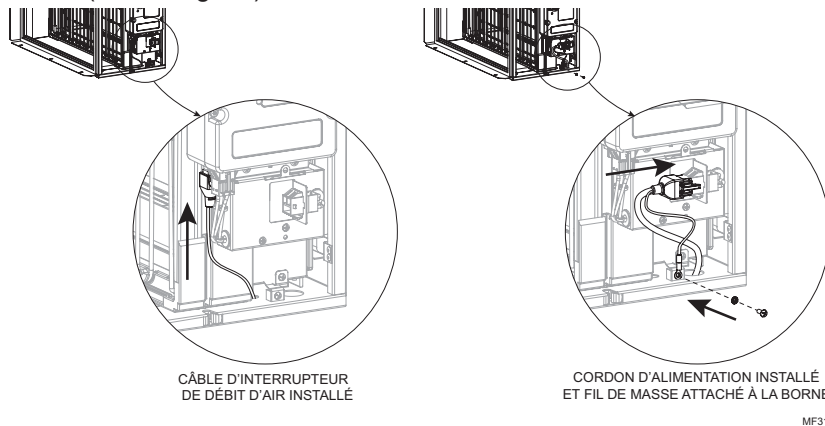

Fig. 11. Installation du câble de l'interrupteur de débit d'air et du câble d'alimentation.
- Brancher le cordon d'alimentation et le cordon de l'interrupteur de débit d'air dans leurs connecteurs d'alimentation (voir Fig. 11).
- Attacher le fil de masse du cordon d'alimentation à la borne de masse de l'armoire en utilisant la vis fournie dans la borne de masse (voir la Fig. 11).
4. **Modèles FH8000A :** Débrancher le cordon d'alimentation et le câble du capteur de débit (si branché) du module d'amélioration (voir Fig. 11 page 15).
10. **Modèles FH8000A** : Rebrancher le cordon d'alimentation et le câble du capteur de débit (voir Fig. 11 page 15).